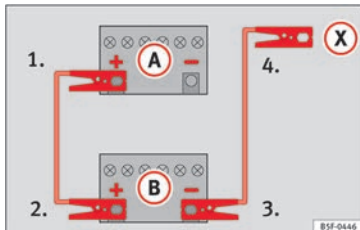

Bild 78 Skiss över anslutning i fordon utan start-/stoppsystem.
2. Anslut ena änden av den **röda** startkabeln till pluspolen **+** på bilen med det urladdade batteriet **A** » » **bild 78**.
4. **Fordon utan start-/stoppsystem:** Anslut ena änden av den **svarta** startkabeln till minuspolen **-** i bilen som ger ström **B** » » **bild 78**.